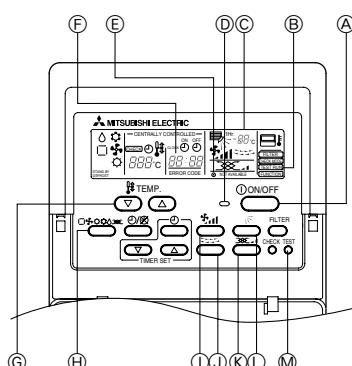

Fig. 7-1
7.2.1. Kablolu uzaktan kumanda kullanarak (Fig. 7-1)
- ① Elektrik şalterini çalışma denemesinden en az 12 saat önce açın.
- ② [TEST] düğmesine iki kez basın. ➔ "TEST RUN" LCD ekranı
- ③ [Mode selection] (mod seçimi) düğmesine basın. ➔ Dışarıya hava üflendiğinden emin olun.
- ④ [Mode selection] (mod seçimi) düğmesine basın ve soğutma (ya da ısıtma) moduna geçin. ➔ Dışarıya soğuk (veya sıcak) hava üflendiğinden emin olun.
- ⑤ [Fan speed] (rüzgar hızı) düğmesine basın. ➔ Rüzgar hızının devreye girdiğinden emin olun.
- ⑥ [Airflow] (hava akımı) veya [Louver] (pancur) düğmesine basarak rüzgar yönünü değiştirin.